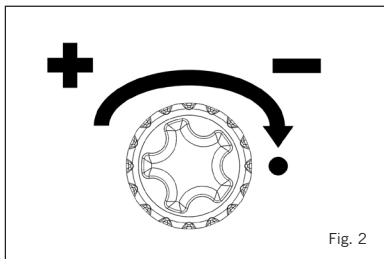

Fig. 2
- Gire el mando de control del Power Pak hacia la izquierda para aumentar el caudal de gas (fig. 2).